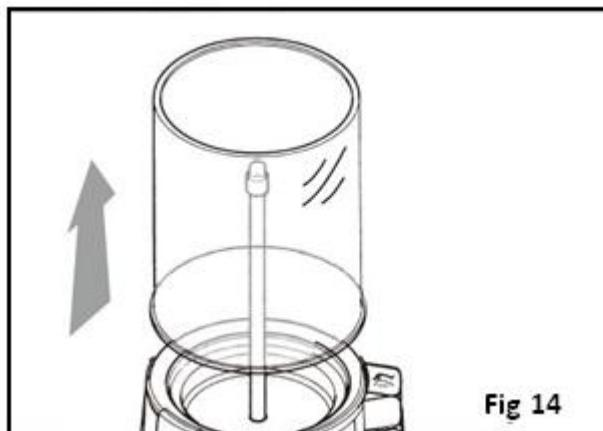

Fig 14
- Tire hacia arriba del recipiente con ambas manos (Fig. 14)